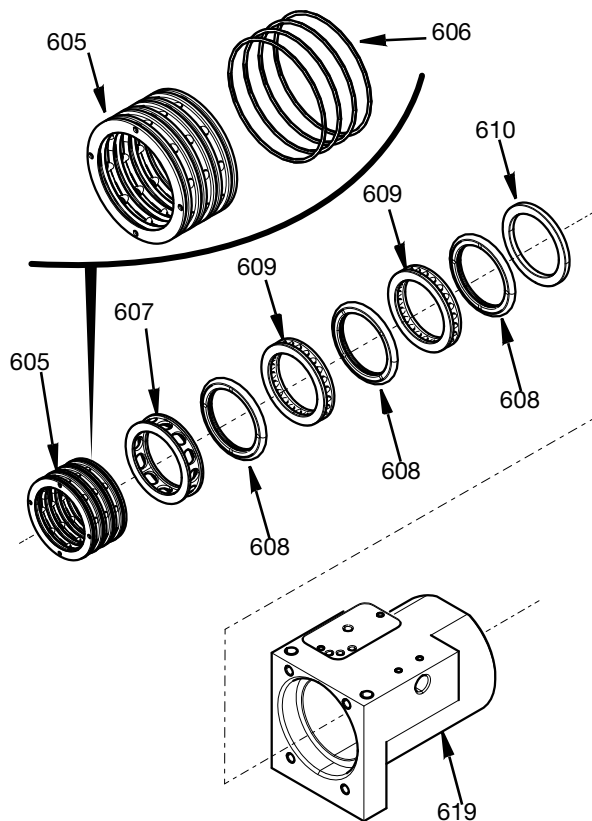

FIG. 22
2. Ostrożnie włożyć wszystkie części prostopadle do obudowy obrotowej, jak pokazano na FIG. 22. O-ringi (606) należy zamontować na pierścieniu rozdzielacza powietrza (605) przed ich włożeniem do otworu obudowy obrotowej. Przed montażem należy upewnić się, że wszystkie uszczelki i otwór obudowy obrotowej są lekko nasmarowane. Patrz FIG. 22.